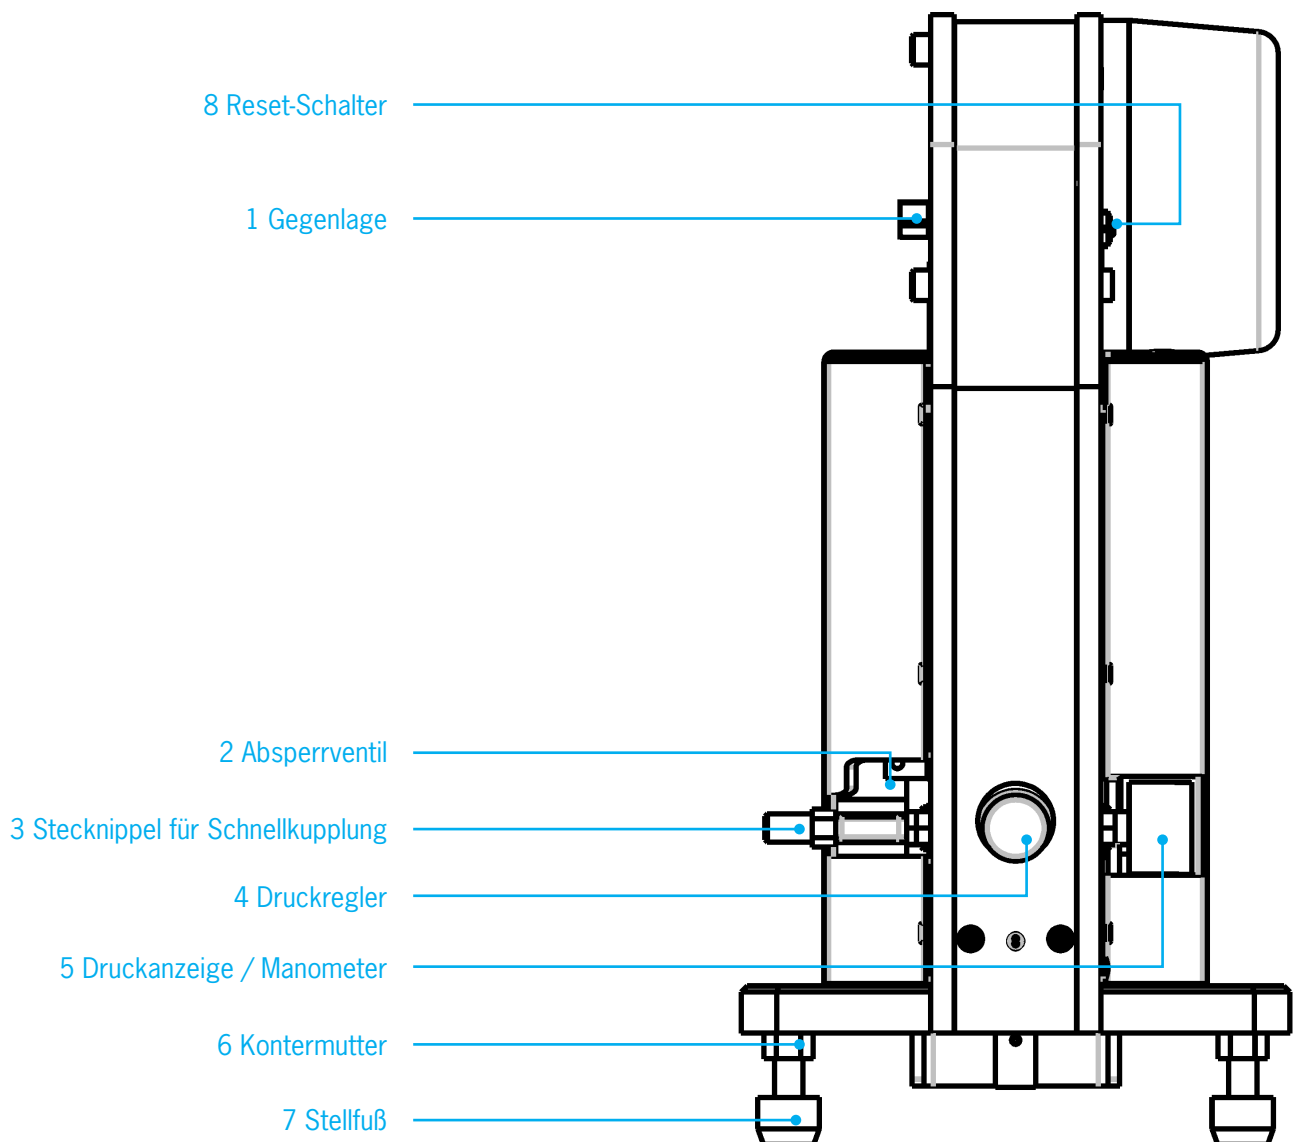
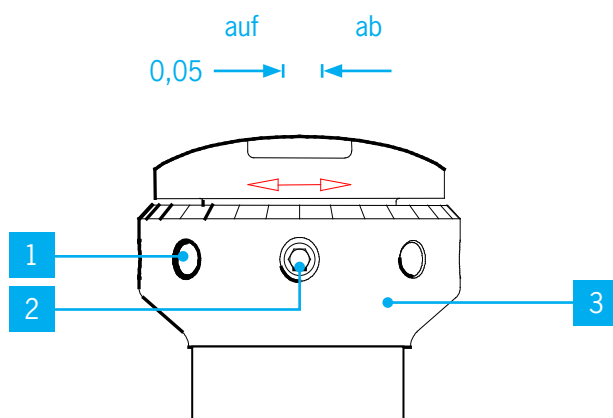

Abb. 2
Abb. 6
1. Die Maschine ist am endgültigen Standplatz zu platzieren. Sie wird mittels der Stellfüße Abb. 2/7 ausgerichtet und die waagerechte Einstellung mit den Kontermuttern Abb. 2/6 gesichert. Es ist auf einen sicheren Stand des Gerätes zu achten!
2. Versorgungsleitungen für Druckluft anschließen. Der eingebaute Druckregler Abb. 2/4 ist vom Werk aus eingestellt und begrenzt den Druck auf max. 6 bar. Dabei ist zu beachten, dass der Anschlussschlauch der Druckluft ordnungsgemäß verlegt ist. Für einen sicheren Betrieb muss der Luftdruck zwischen 5 - 6 bar sein.
- Absperrventil Abb. 2/2 öffnen, Druckluft anschließen, Maschine fährt in Ausgangsstellung, das obere Crimpeinsatz, sowie das Schutzunter- und Schutzoberteil fahren ebenfalls in die Ausgangsstellung
- Luftzufuhr mittels Absperrventil Abb.2/2 unterbrechen; Maschine von Druckluft trennen, Absperrventil wieder öffnen, Schutz von Hand öffnen
- Entlüften der Maschine durch Betätigen RESET Abb.2/8
- Luftzufuhr mittels Absperrventil Abb.2/2 unterbrechen; Maschine von Druckluftzufuhr trennen, Absperrventil wieder öffnen, Schutz von Hand öffnen
- Absperrventil öffnen Abb.2/2
- die Maschine über den RESET-Taster Abb.2/8 entlüften, dabei schließt sich der Sicherheitsschutz automatisch
- Luftzufuhr mittels Absperrventil Abb. 2/2 unterbrechen, Maschine von Druckluft trennen, Absperrventil wieder öffnen
- Entlüften der Maschine durch Betätigen von RESET Abb. 2/8
- Aufeinanderfahren von Ober- und Unterteil durch Drehen der Gegenlage Abb. 2/1
- mit Maulschlüssel SW 12 (dabei RESET Abb. 2/8 gedrückt halten) bis Skala und Zustellinformationen sichtbar sind Abb. 6
- Druckschraube Abb. 6/2 mit Innensechskantschlüssel SW 2,5 mm lösen
- über den Stellring Abb. 6/3 die gewünschte Maßkorrektur vornehmen. Zum Verdrehen die Hilfsbohrungen Abb. 6/1 verwenden
- Nach erfolgter Korrektur ist der Stellring Abb. 6/3 durch die Druckschraube Abb. 6/2 zu sichern (Um 180° versetzt befindet sich eine weitere Druckschraube. Zum sicheren Klemmen muss nur eine Druckschraube, und zwar die jeweils für den Bediener erreichbare Druckschraube, angezogen werden.); Absperrventil schließen, Maschine an Druckluftzufuhr anschließen
- Absperrventil Abb. 2/2 öffnen